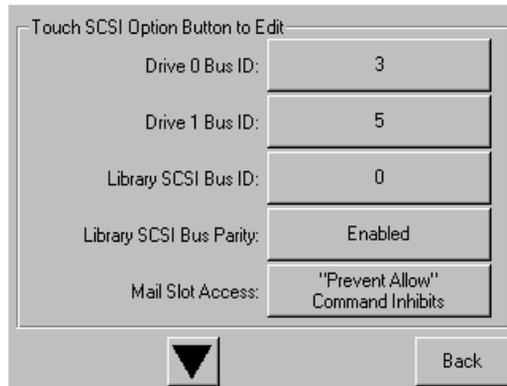

Abbildung 22: Bildschirm mit Datenfeld für Bus-ID von Laufwerk 0 (Abbildung zeigt Modell für zwei Laufwerke)
- d. Berühren Sie **OK**, um die Eingabe zu bestätigen. Im Datenfeld „Drive 0 Bus ID“ (Bus-ID Laufwerk 0) wird jetzt eine neue SCSI-ID angezeigt (siehe Abbildung 22).